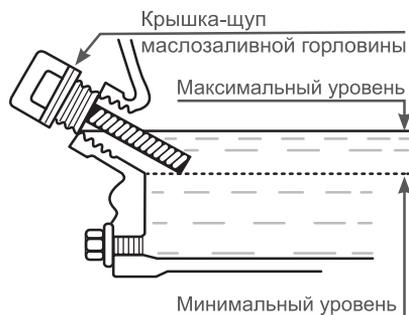

Рис. 9 Проверка уровня масла в картере
Максимальный уровень масла в картере соответствует нижней кромке заливного отверстия (Рис. 9).
4. Аккуратно извлеките щуп и осмотрите его. Уровень масла должен соответствовать верхней отметке на щупе. При недостаточном уровне масла в картере необходимо долить чистое масло до верхней отметки на щупе, что соответствует нижней кромке заливного отверстия (Рис. 9).
3. Залейте бензин в топливный бак при помощи специальной емкости или воронки до уровня, показанного на Рис. 9.